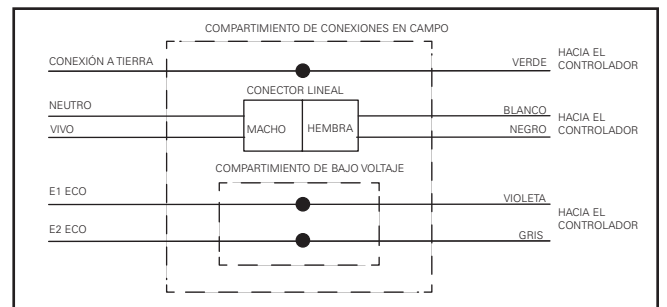

Figura 11.
- d. Para una regulación de tres hilos por Lutron, utilice el cable violeta para el terminal E1 y el cable gris para el terminal E2 ECO en el ESN (Figura 11.). No utilice los cables violeta y gris.